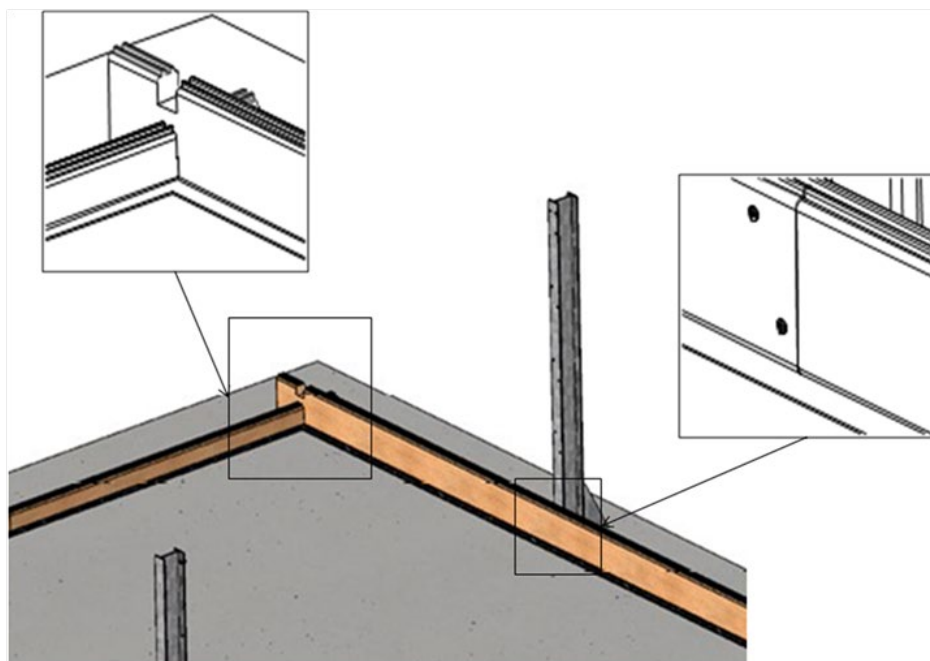

Figure 10 – Verrouillage des madriers entre eux
- entre elles comme indiqué à la **Figure 10**, à l'aide de 2 vis par paire de lames, et sur les deux côtés comportant chacun 10 lames de hauteur, soit un total de 160 vis à tête fraisée 5 × 40 en inox A4 torx filetées sur 25 mm (sachet C) ;